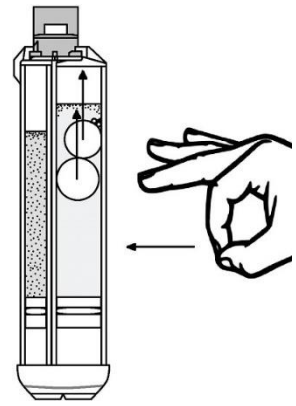

Ilustración 1
1. Retire la jeringa con el adhesivo, el émbolo y las puntas aplicadoras del embalaje. Manteniendo la punta de la jeringa apuntando hacia arriba, golpee las cámaras de la jeringa varias veces para que las burbujas de aire en las soluciones suban a la parte superior de la jeringa (fig. 1).